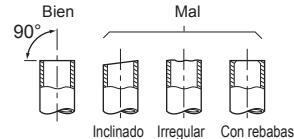

Fig. 2
- 4) Procese el extremo del cable de tierra (Fig. 2). Conéctelo al terminal de tierra de la caja de piezas eléctricas.
- 5) Procese el extremo del cable de conexión de la unidad interior/exterior (A) (Fig. 2). Conéctelo al panel de terminales. Procure no equivocarse al hacer las conexiones. Fije con firmeza el cable al panel de terminales de modo que no quede a la vista ninguna de sus piezas internas y que ninguna fuerza externa afecte a la conexión de conexión del panel de terminales.
- Si la manguera de drenaje suministrada con la unidad interior es demasiado corta, conéctela con la manguera de drenaje (J) que debe suministrar el distribuidor. (Fig. 2)